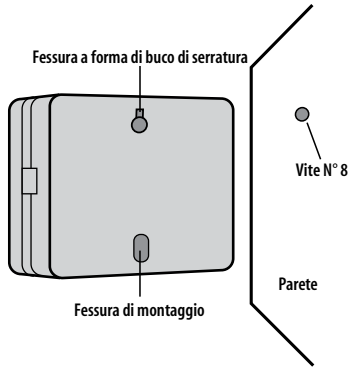

Figura 12b: Montaggio del timer
- Inserire la fessura a forma di buco di serratura situata sul retro del timer nella parte sporgente della vite. [vedi Figura 12b]